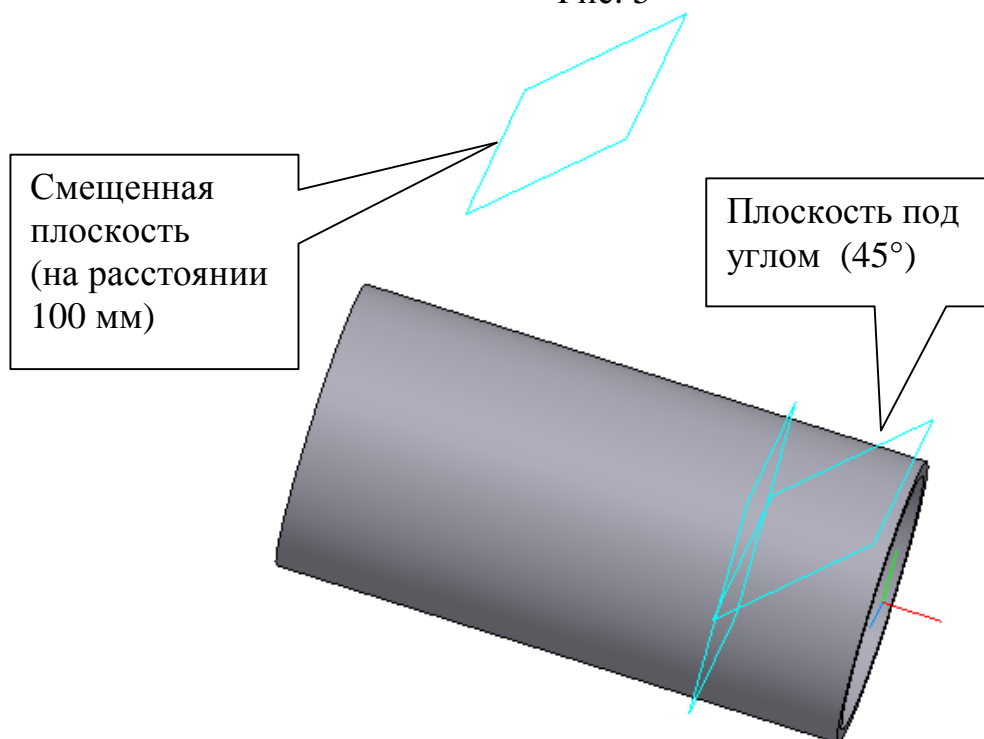

Рис. 6
- *смещенную плоскость 2*  от построенной *плоскости под углом 1* на расстоянии 100 мм, рис. 6.